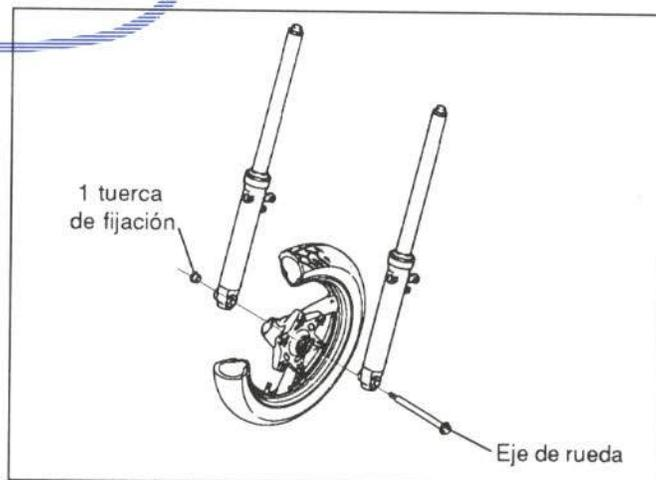

Figura 23.- Fijación de la rueda delantera
Va fijada como se indica en la figura 23.
- Rueda delantera (figura 23)